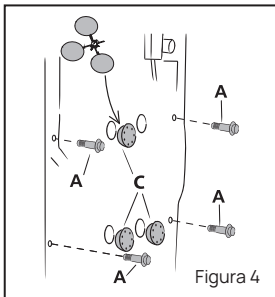

Figura 4
- Vuelva a colocar los cuatro tornillos "A" y coloque los 3 tapones "C" como se indica (provistos en la bolsa de accesorios). Ver figura 4